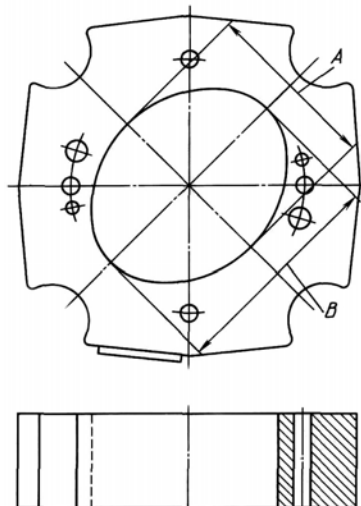

Рис.52. Статор
**Статор.** Не допускаются трещины или обломы, не допускается износ поверхности А (рис.52) более 42,5 мм, поверхности В – более 49,5 мм.